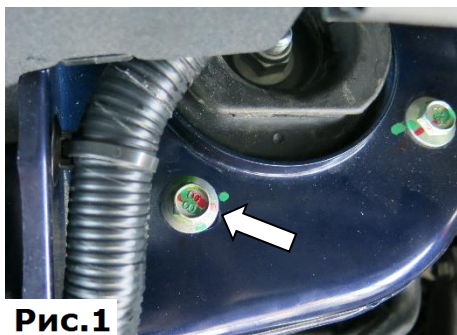

Рис.1
1. Открутить болт крепления стойки торцевой головкой №13, (Рис.1).